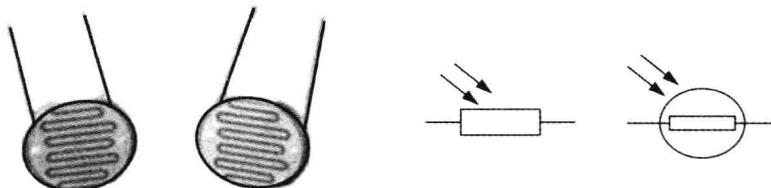

图 1-8 光敏电阻的外形和电路符号
(3) 特种电阻
①光敏电阻：是一种电阻值随外界光照强弱变化而变化的元件，光越强阻值越小，光越弱阻值越大。其外形和电路符号如图1-8所示。如果把光敏电阻的两个引脚接在万用表的